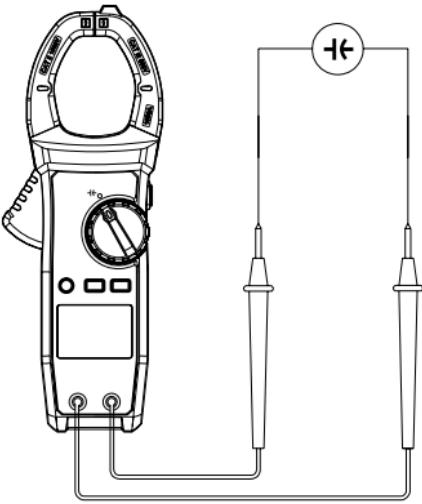

Рис.10. Измерение ёмкости
- Проводите измерения в режиме REL (относительные измерения). Установите переключатель на для перехода в режим (см. рис. 10).